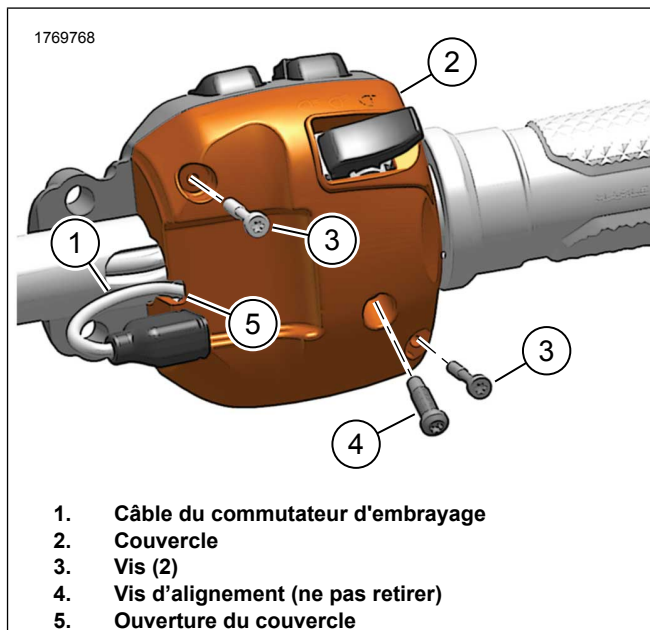
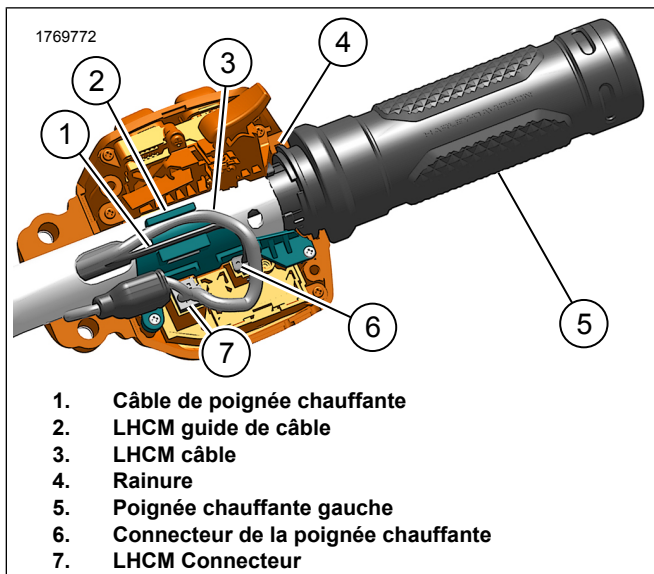
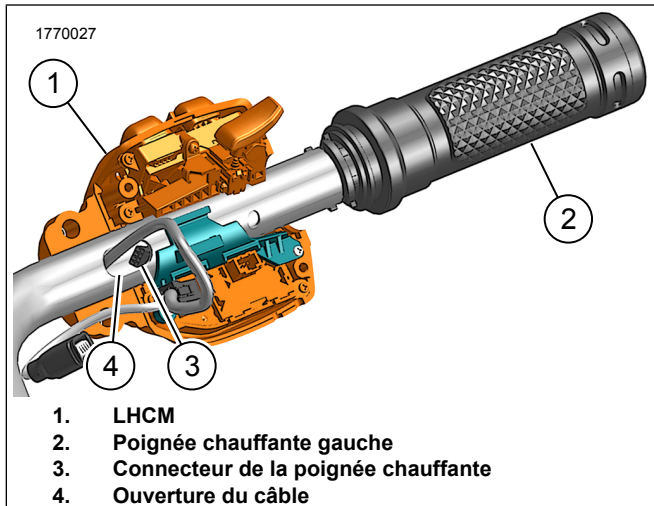

Figure 5. Couvercle LHCM
Figure 6. Connexions LHCM
Figure 7. Retrait/installation de la poignée gauche
2. Voir la Figure 5. Retirer le couvercle de LHCM .
- a. Retirez les vis (3).
- b. Enlevez le capot (2).
3. Voir la Figure 6. Déconnecter les connecteurs.
- a. Déconnecter le connecteur de LHCM (7).
- b. Déconnecter le connecteur de la poignée chauffante (6).
- c. Retirer les câbles (1, 3) du guide de câble de LHCM (2).
4. Voir la Figure 7. Retirer la poignée chauffante gauche (2) tout en faisant passer le connecteur de la poignée chauffante (3) par l'ouverture du câble (4).
5. Retirer LHCM (1).
- a. Faire passer le câble du guidon chauffant par le guidon tout en guidant la poignée chauffante gauche (2).
- b. Tirer le connecteur (3) de la poignée chauffante par l'ouverture du câble (4).
- c. Voir la Figure 6. Installer la lèvre de la poignée dans la rainure (4) sur LHCM .
2. Voir la Figure 7. Installer LHCM (1) sur le guidon.
3. Voir la Figure 6. Brancher les connecteurs.
- a. Connecter le connecteur de la poignée chauffante (6).
- b. Acheminer le câble de LHCM (3) sur le guide de câble de LHCM (2).
- c. Connecter le connecteur de LHCM (7).
4. Voir la Figure 5. Installer le couvercle.
- a. Faire passer le câble du commutateur d'embrayage (1) à travers l'ouverture du couvercle (5).
LHCM et la poignée n'iront pas ensemble à moins d'être pré-assemblés comme indiqué dans Figure 6.